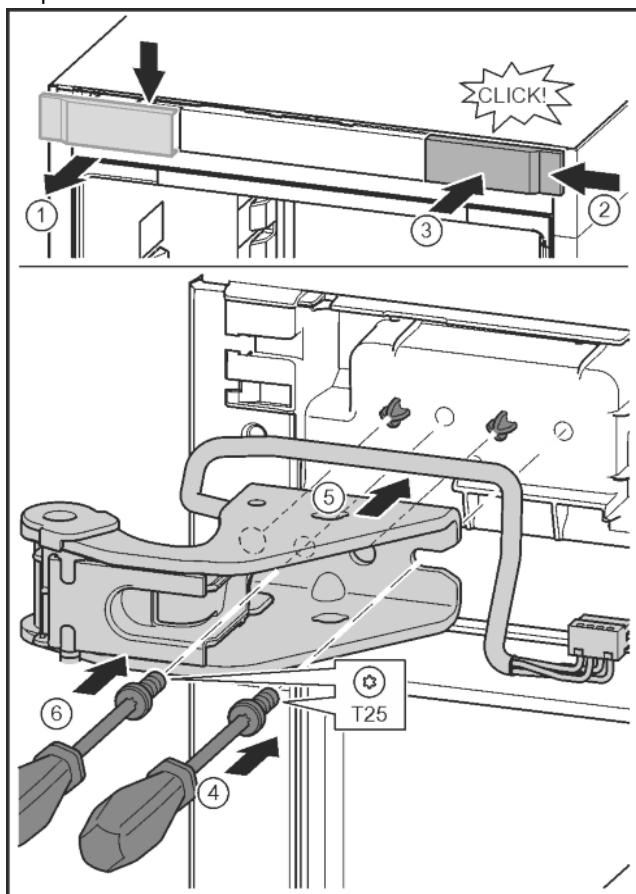

Fig. 30
- Отпустить крышку и снять сбоку. Fig. 30 (1)
- Навесить крышку, повернув ее на 180°, справа с другой стороны. Fig. 30 (2)
- Крышку зафиксировать. Fig. 30 (3)
- Установить винт отверткой T25. Fig. 30 (4)
- Установить верхний опорный кронштейн. Fig. 30 (5)
- Затянуть винт. Fig. 30 (4)
- Вставить и затянуть винт отверткой T25. Fig. 30 (6)